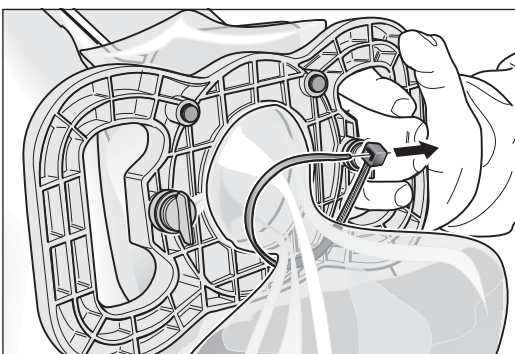

Abb. 29 Den Müllbeutel mit einem Kabelbinder verschließen.
- 14 Verschließen Sie den gefüllten Müllbeutel mit einem Kabelbinder (Abb. 29).